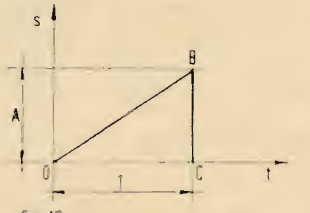

Fig. 10
7. — La fig. 10 contempla il caso del dente di sega perfetto (già riportato in fig. 2 d), in cui il tempo di ritorno è nullo ( $m = 1$ ), situato tutto superiormente all'asse del tempo  $t$ .
Indicando con  $A_{01}$ ,  $A_{n1}$ ,  $B_{n1}$  le costanti della serie di Fourier per la fig. 10, dalla 1a delle [8] si ottiene: